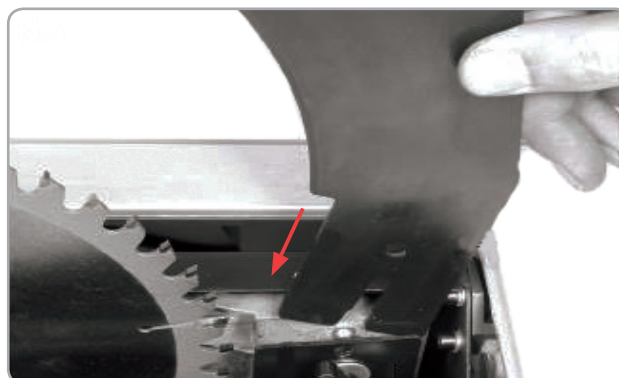

Fig.8
- Introduceți despicătorul între placa de montaj și rulmentul contorului de despicător Fig. 8